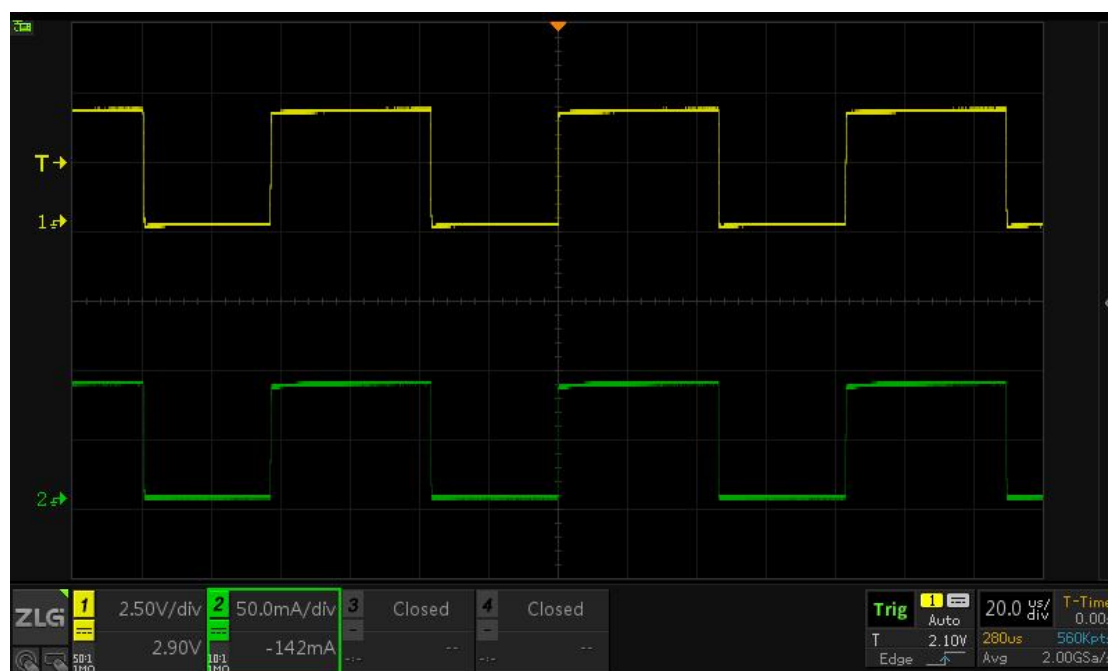

图 3.3 设置捕获模式后的“SMALL LOOP 电压”和“SMALL LOOP 电流”波形
- 3、 按下“Auto Setup”按键，再按下“Acquire”按键，通过捕获模式菜单把捕获模式设置为平均，平均次数设置为 16，“SMALL LOOP 电压”和“SMALL LOOP 电流”的信号波形如图 3.3 所示。